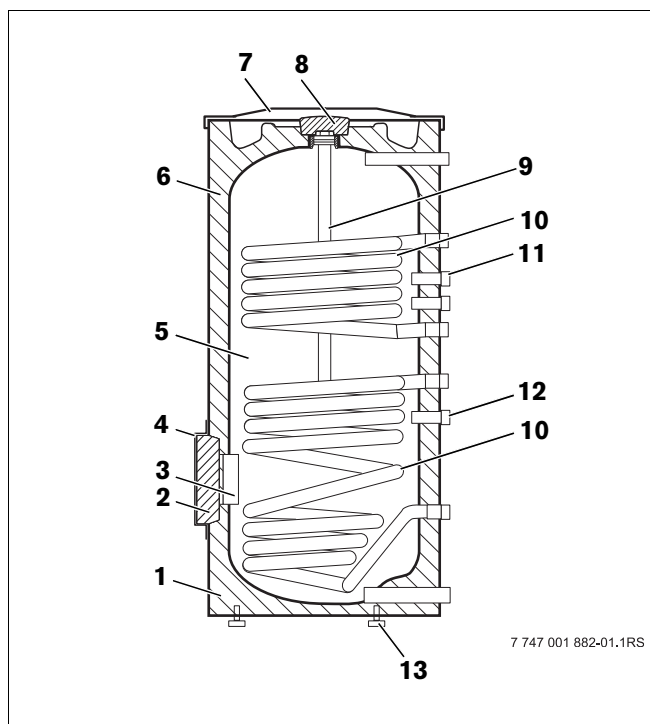

Fig. 1 Préparateur d'eau chaude sanitaire SM300/1
- Réservoir du préparateur (fig. 1, **pos. 5**) avec protection contre la corrosion
La protection cathodique contre la corrosion est composée de la thermovitrification Buderus DUOCLEAN MKT (fig. 1, **pos. 6**) et d'une anode au magnésium (fig. 1, **pos. 9**).
- Isolation thermique (fig. 1, **pos. 1**)
L'isolation thermique en mousse rigide polyuréthane exempte de CFC est pulvérisée directement sur le préparateur. Deux éléments d'isolation thermique (fig. 1, **pos. 2** et **pos. 8**) en mousse minimisent les pertes calorifiques par la trappe de visite et l'anode au magnésium.
- 2 échangeurs thermiques à tubes lisses (fig. 1, **pos. 10**)
- Doigt de gant pour l'installation d'une sonde de température ECS (fig. 1, **pos. 11**)
- Doigt de gant pour l'installation d'une sonde de température ECS (fig. 1, **pos. 12**)
- Trappe de visite (fig. 1, **pos. 3**)
- Couvercle de l'habillage (fig. 1, **pos. 7**)